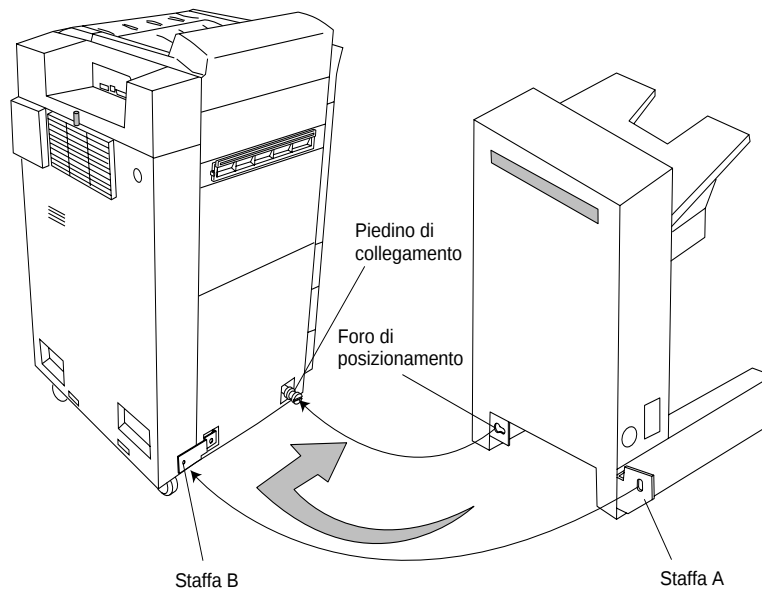

Figura 3-68 Separazione dell'HCO e della stampante
1. La stampante si collega fisicamente all'HCO con un piedino di collegamento, che si inserisce nel foro di posizionamento corrispondente sull'HCO. Vedere la Figura 3-68.